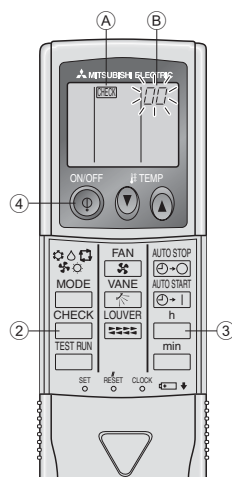

Рис. 7-4
7.3.2. Для беспроводного пульта дистанционного управления (Рис. 7-4)